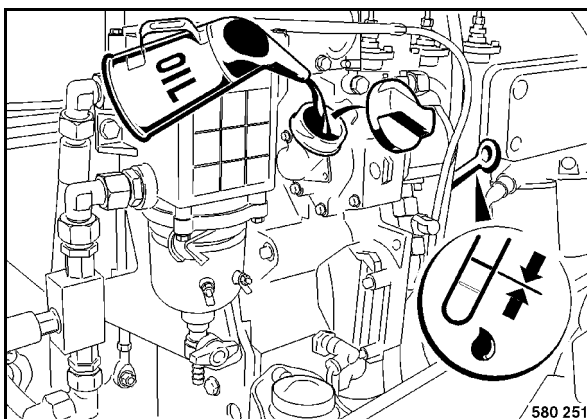

Fig. 140
- Cargar nuevo aceite de motor (Fig. 140).